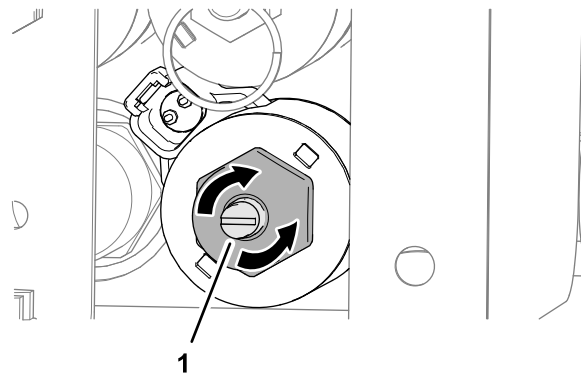

Рисунок 33
1. Поверните винт с шестигранной головкой, предназначенный для ручного управления клапаном, по часовой стрелке для увеличения скорости движения транспортера (Рисунок 33).